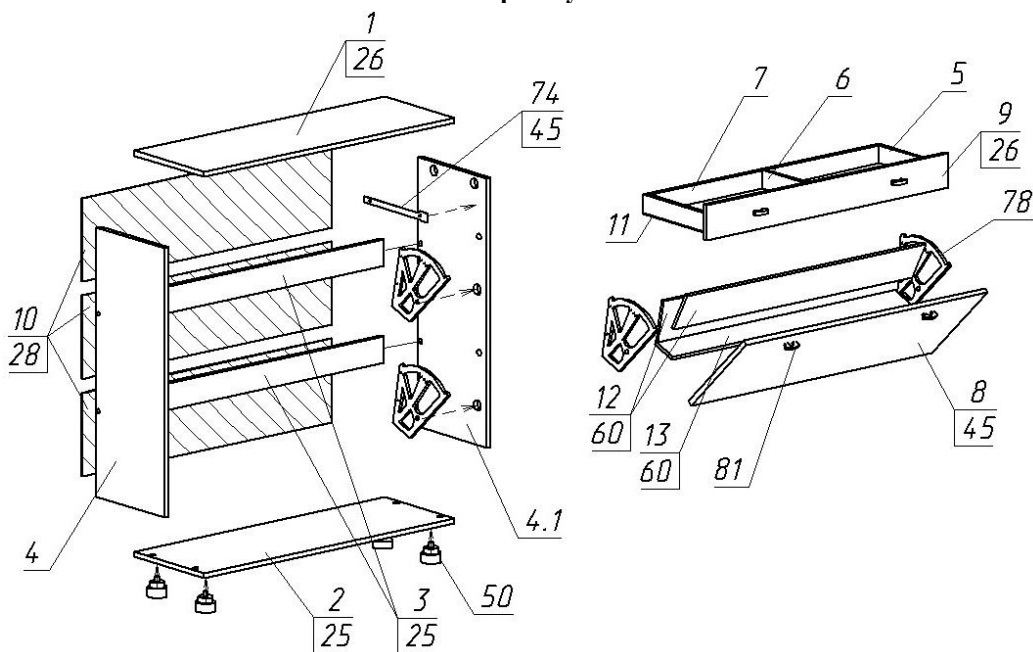

Рис.4
1. Собрать каркас тумбы по прилагаемой схеме сборки (рис.4) с помощью евровинтов (рис.1) и стяжек эксцентриковых (рис.2).